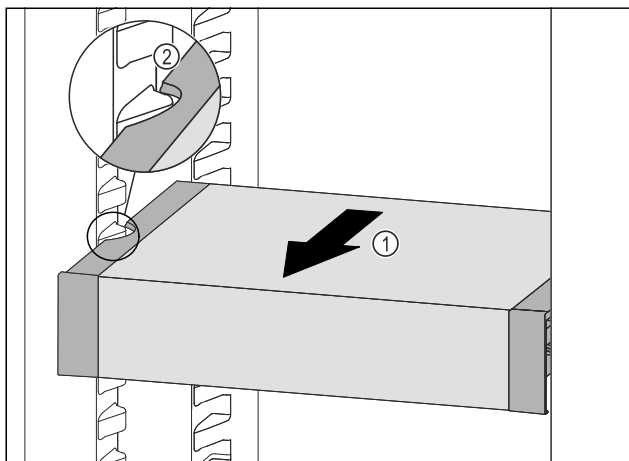

Fig. 150
- ▶ 向前拉动 VarioSafe Fig. 150 (1)，直至 VarioSafe 的侧部凹槽与冷藏区中的容器肋梁持平。Fig. 150 (2)